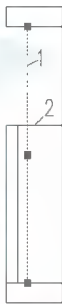

图 4.47 观察 1 线的长度
(2) 在无命令的状态下，左键单击 1 线，1 线变虚并且出现 3 个夹点，如图 4.47 所示。由此可以观察 1 线的长度是 780mm。